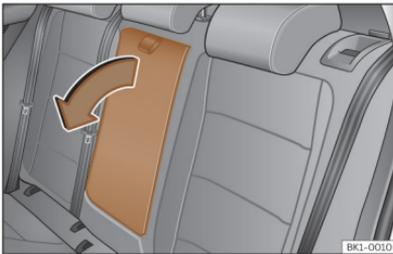

Abb. 97 Herausklappbare Mittelarmlehne hinten (schematische Darstellung).
- Zum *Ausklappen* der Armlehne, Zugschlaufe in Pfeilrichtung ziehen >>> (**Abb. 97**).